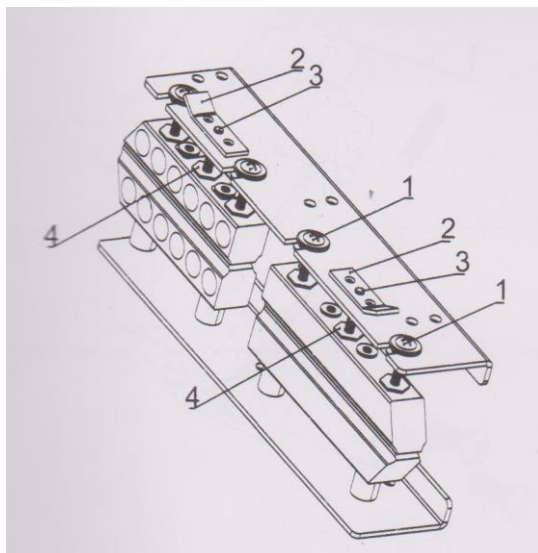

Рис. 4
1. Снимите защитную крышку. После того, как нагревательные элементы остынут, поверните верхний нагревательный элемент и верхний охлаждающий элемент вверх на 90°, и поднимите обе детали. Ослабьте пружину молота и среднего прижимного колеса. Снимите направляющую ленту, чтобы заменить упаковочную ленту (см. рис. 4).